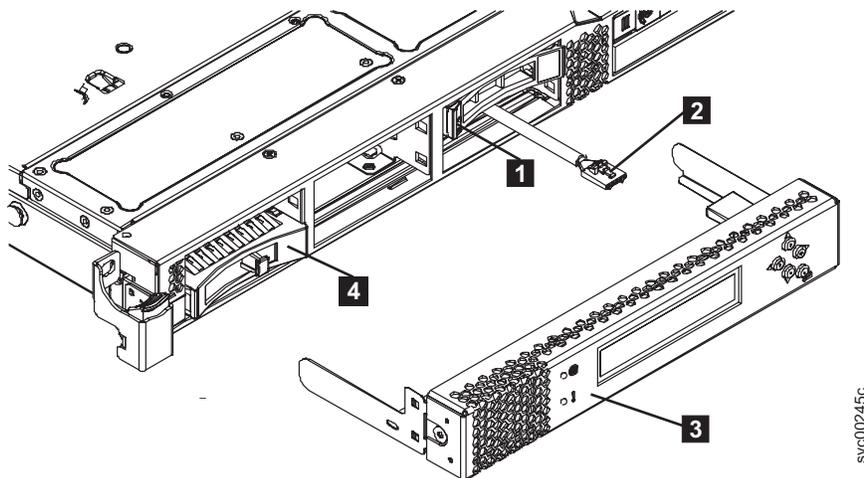

図 99. ブート・ドライブのロケーション (SAN ボリューム・コントローラー 2145-CF8 の図)
7. オレンジ色の解放ラッチ (図 99 の **1**) を慎重に左方にスライドさせて、ブート・ドライブのドライブ・ハンドル・ロックを解除します。ブート・ドライブの位置について詳しくは、131ページの『SAN ボリューム・コントローラー 2145-CG8 または 2145-CF8 ディスク・ドライブの ID』を参照してください。